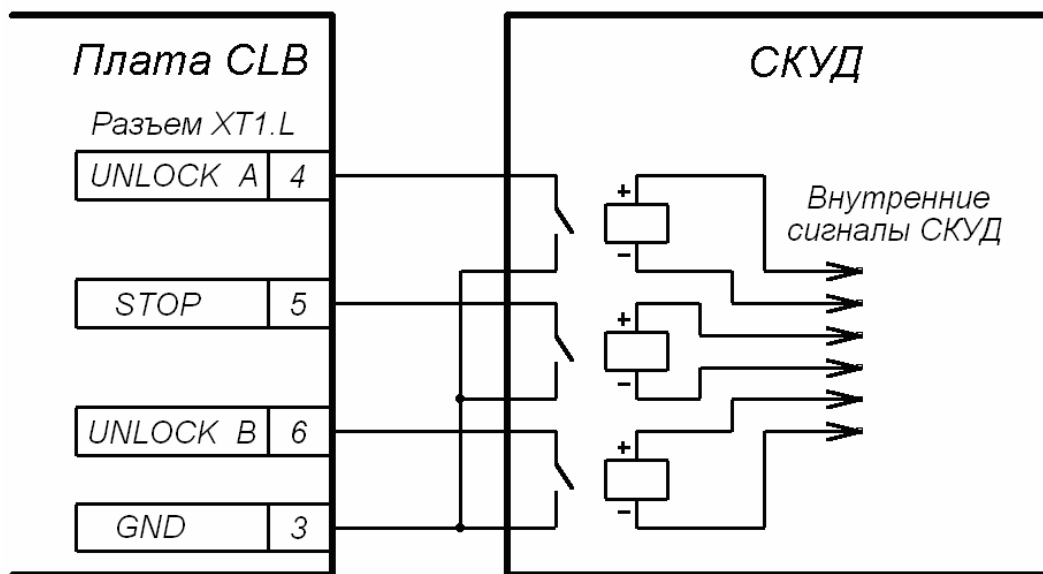

Рисунок 4 Управляющие элементы внешнего устройства – нормально разомкнутый контакт реле
5.4.2 Управление турникетом осуществляется подачей на контакты клеммной колодки *XT1.L* *Unlock A*, *Stop* и *Unlock B* сигнала низкого уровня относительно контакта *GND*, при этом управляющим элементом могут быть нормально разомкнутый контакт реле или схема с открытым коллекторным выходом. Аварийное открытие прохода турникета осуществляется снятием с контакта *Fire Alarm* сигнала низкого уровня относительно контакта *GND*, при этом управляющим элементом может быть нормально замкнутый контакт реле или схема с открытым коллекторным выходом (см. рис. 4 и 5).